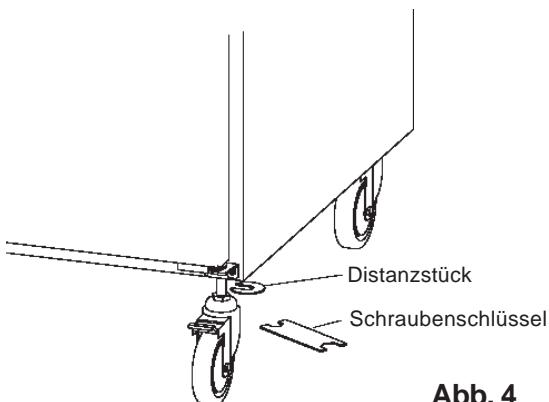

Abb. 4
- 6) Dieser Kühl-/Gefrierschrank muss von links nach rechts und von vorn nach hinten ausgerichtet werden. Zur Einstellung der Gerätehöhe die Distanzstücke (Zubehör) in die Laufrollenverbindungen einführen. Mit dem Schraubenschlüssel (Zubehör) die Laufrollen lösen oder festziehen. Nach dem waagrechten Ausrichten des Gerätes die Laufrollen fest anziehen. Die vorderen Laufrollen mit den Feststellbremsen sichern. Siehe Abb. 4.